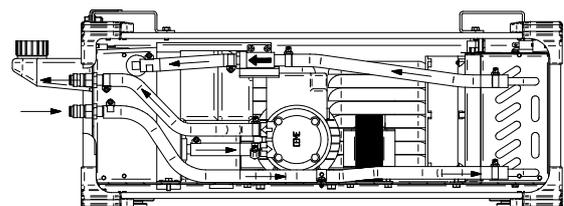

Abbildung 6
- Schließen Sie die Wasserkühlschläuche an Vor- [5] und Rücklauf [4] an (Abb. 6).
- Schließen Sie die Wasserkühlschläuche an – Abb. 6.